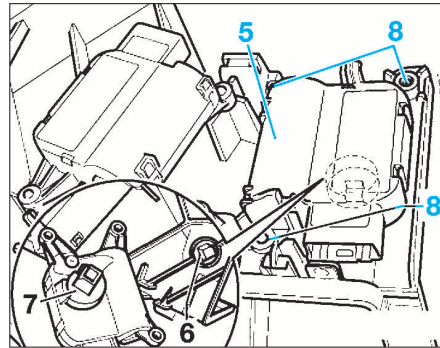

FIG. 36
- Déposer le servomoteur (5) (Fig.36).